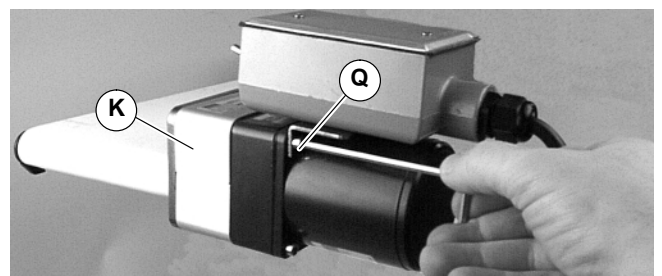

Abbildung 8
- Obere Abdeckung (K siehe Abbildung 8) in untere Abdeckung einsetzen. Obere Abdeckung mit zwei (2) oberen Schrauben befestigen (Q). Mit 5 Nm festziehen.